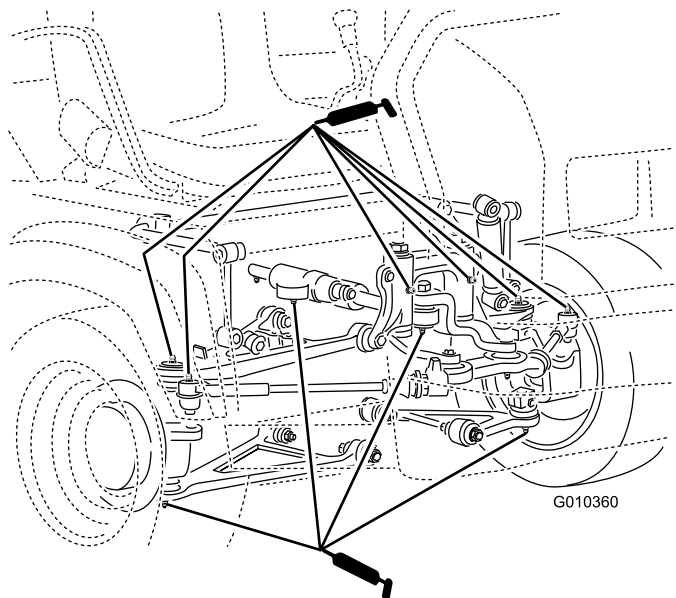

Figura 27
- **Articulaciones esféricas (4);** consulte Figura 27
- **Tirantes (2);** consulte Figura 27
- **Soportes de giro(2);** consulte Figura 27
- **Cilindro de dirección (2);** consulte Figura 27